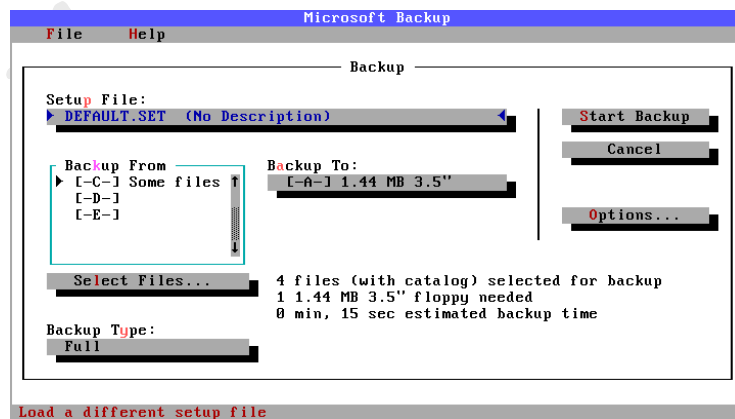

图 7-10 Backup 的工作屏幕
2) 在 MSBACKUP 的主屏幕中选择 **Backup** 后按回车键，屏幕出现 **Backup** 的工作屏幕，如图 7-10 所示。用户在此屏幕中选择一些设置项目，进行备份的准备工作。